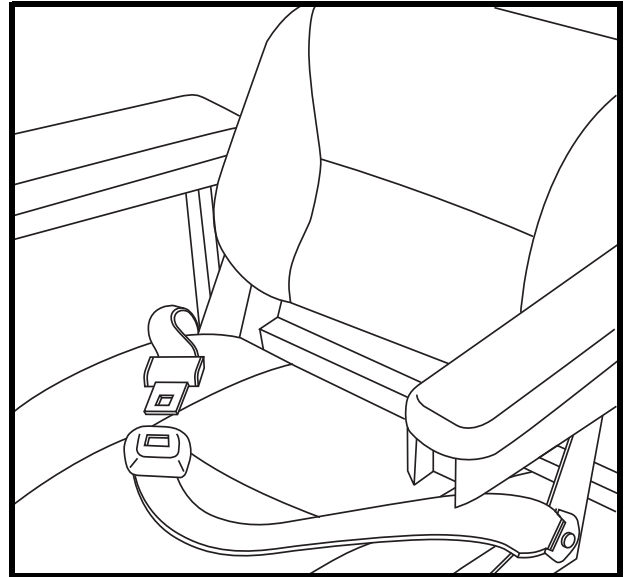

Figure 20. Ceinture de Positionnement
1. Insérez l'onglet de la ceinture coté droit dans la boucle de ceinture coté gauche jusqu'à ce que vous entendiez le "clic". **Voir la figure 20.**